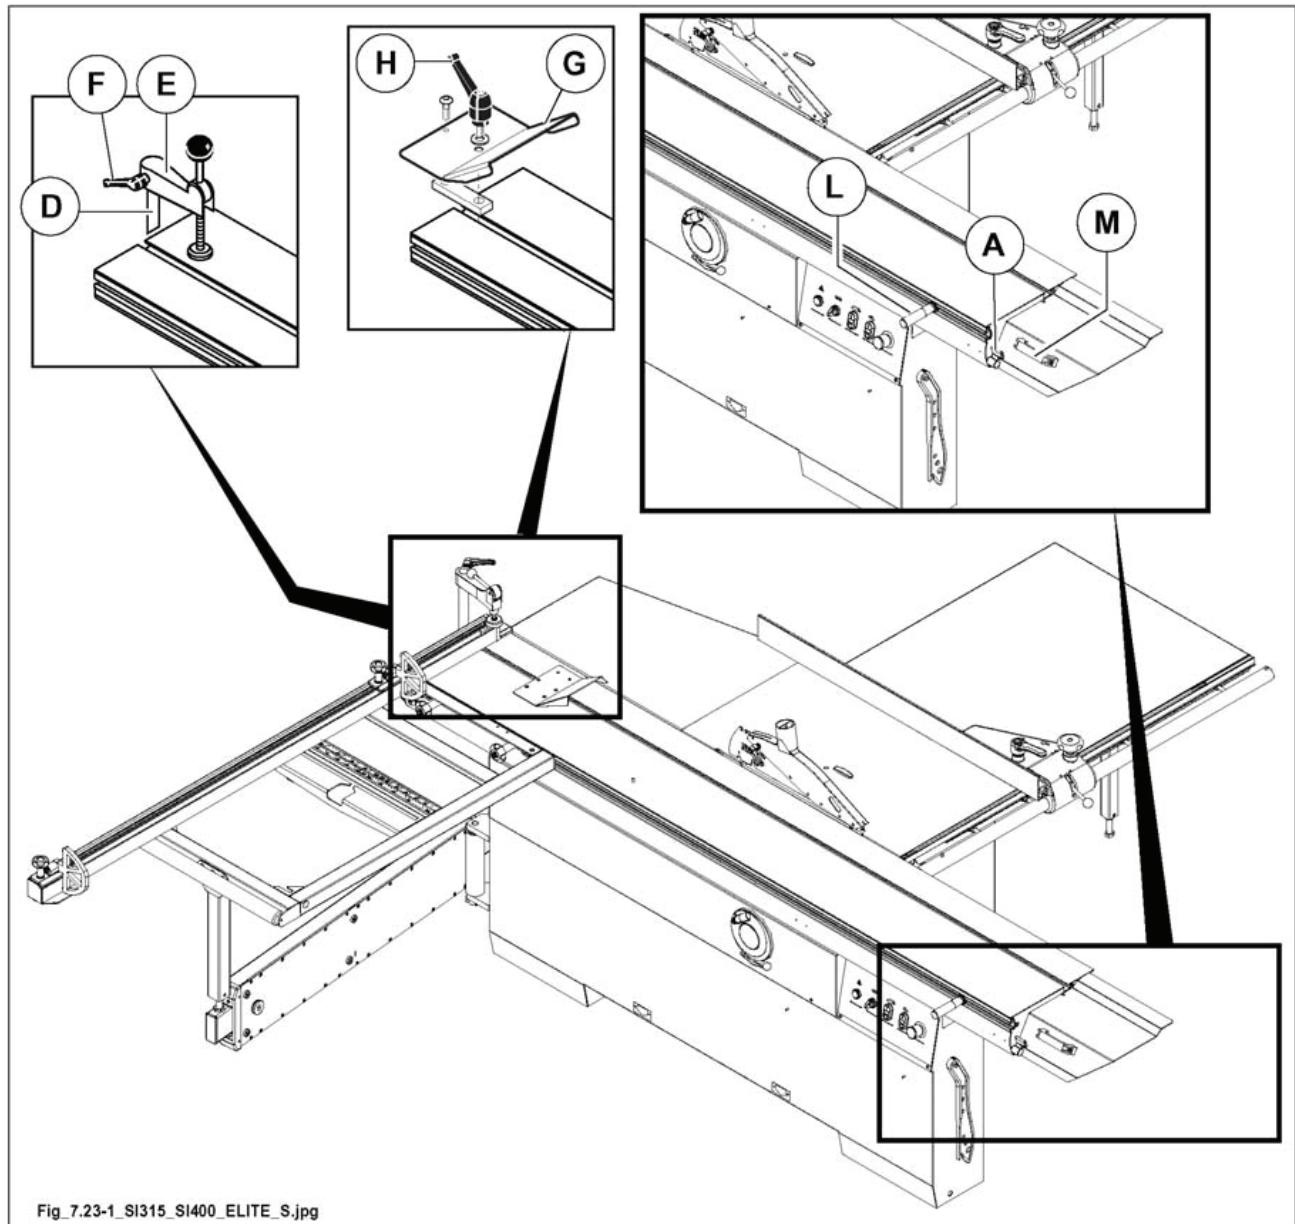

Рис. 7.23-1
Блокировка и разблокировка скольжения вагона управляется рычагом (A рис. 7.23-1):
- рычаг A (рис. 7.23-1) предназначен для блокировки каретки в положении покоя (закрытом) и в положении загрузки заготовки (каретка на правом концевом выключателе).
- вставить сальник штифта (D рис. 7.23-1) в паз каретки, установить на штифт прижим (E рис. 7.23-1) и закрепить ее на месте, затянув ручку (F рис. 7.23-1).
- Установить упор (G рис. 7.23-1), вставив сальник в паз каретки, затянуть ручку (H рис. 7.23-1).
- Установить ручку (L рис. 7.23-1, имеется в пакете с документацией) в желаемом положении на подвижной каретке, и завинтить.
Исполнение устройства (G рис. 7.23-1) позволяет устанавливать точные упоры даже для деталей, имеющих неровную опорную поверхность.
- L рис. 7.23-1 с элементами малых и средних размеров.
- M рис. 7.23-1 с элементами больших размеров.
движение вагона происходит исключительно с помощью рукоятки (L о M рис. 7.23-1), чтобы избежать возможного расплющивания рук закрепленными частями.